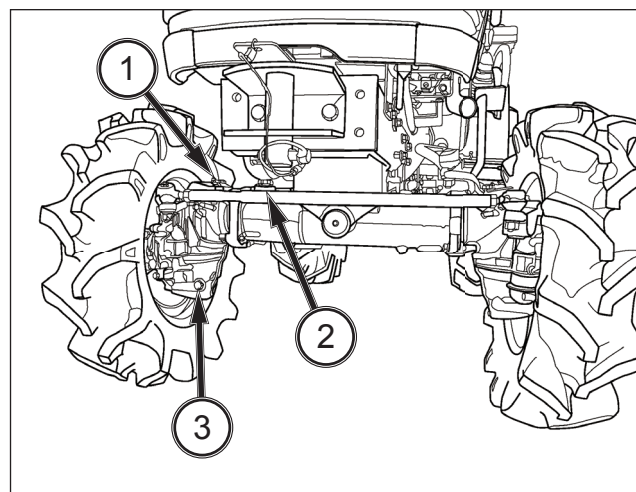

ABB. 92
ABB. 92: Auswechseln des Motorölfilters – Den Ölfilter (4) abschrauben und den alten Filter vorschriftsmäßig entsorgen. Sicherstellen, dass die Dichtung des alten Filters entfernt wurde.